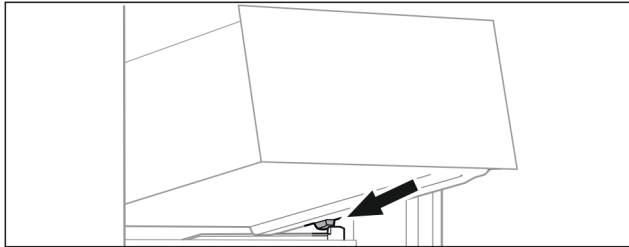

Fig. 135
- Schubfach schräg hinter den Stoppern auf Behälterrippe aufsetzen. (siehe Fig. 135)